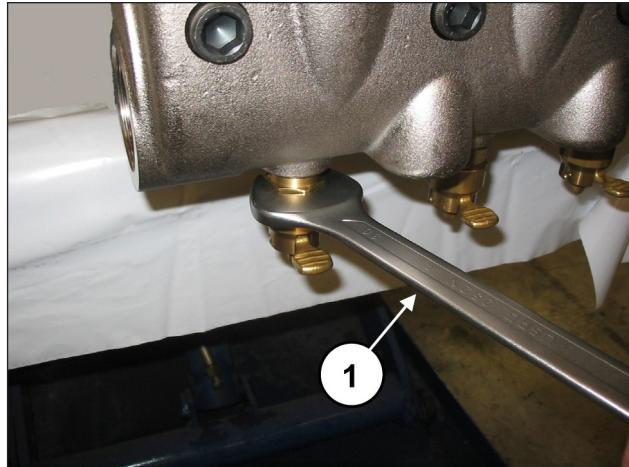
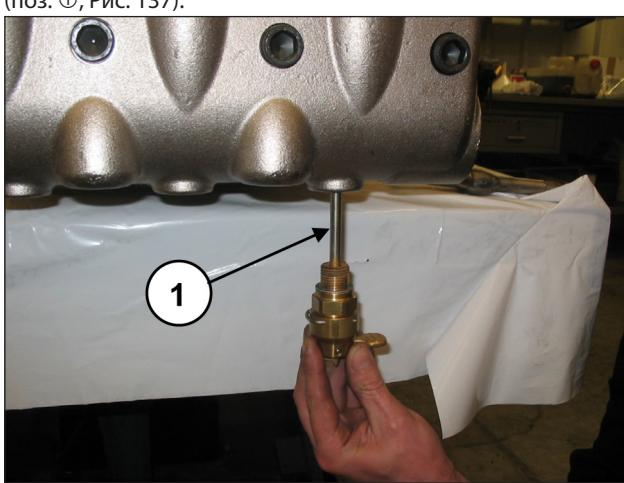

Рис. 137
Рис. 136
Откалибруйте винты M16x55 крышки динамометрическим ключом, как указано в разделе 3 "Момент затяжки винтов". Установите устройства открывания клапанов (поз. ①, Рис. 136) и прикрутите их с помощью ключа на 30 мм (поз. ①, Рис. 137).